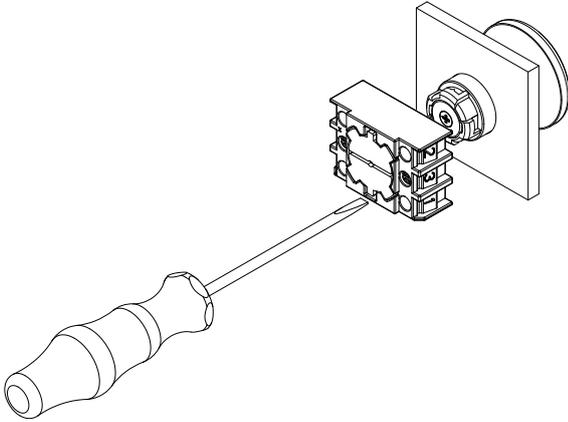

Fig. 1
1. Montagem de elementos de controlo e flange de montagem apertando os parafusos do flange de montagem com uma chave de fendas do tamanho 2 (ver a fig. 1)